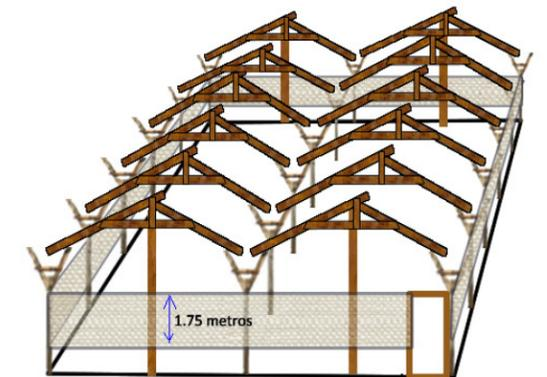

Figura 14
1.6.13 Colocación de malla antiafidos: Antes de colocar la malla antiafidos, colocar alambre galvanizado alrededor del invernadero en donde se engrapará la malla. A demás el alambre ayudara a la estabilidad de la estructura del invernadero. Cortar por la mitad el ancho de la malla antiafidos, y colocarla en los cuatro lados del invernadero. Quedará un ancho final aproximado de 1.75 metros. La malla antiafidos está representada en color gris en la figura 14, pero el color regularmente es blanco.